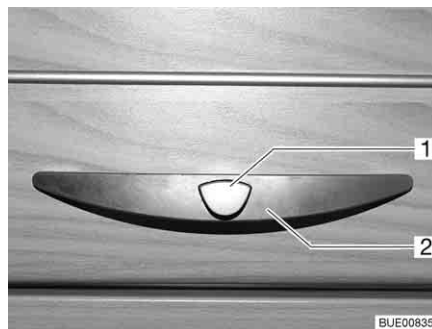
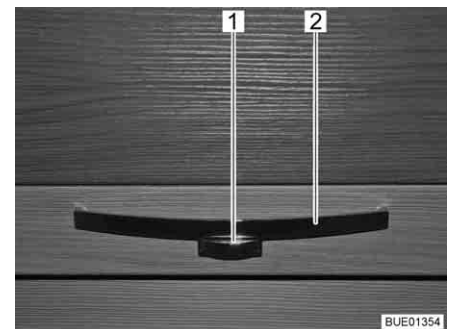

Fig. 47 Sportello del mobile con maniglia (esempio)
Fig. 48 Sportello del mobile con maniglia (esempio)
- Premere il bottone di sbloccaggio (Fig. 47,1 o Fig. 48,1) della maniglia (Fig. 47,2 o Fig. 48,2) e mantenerlo premuto.